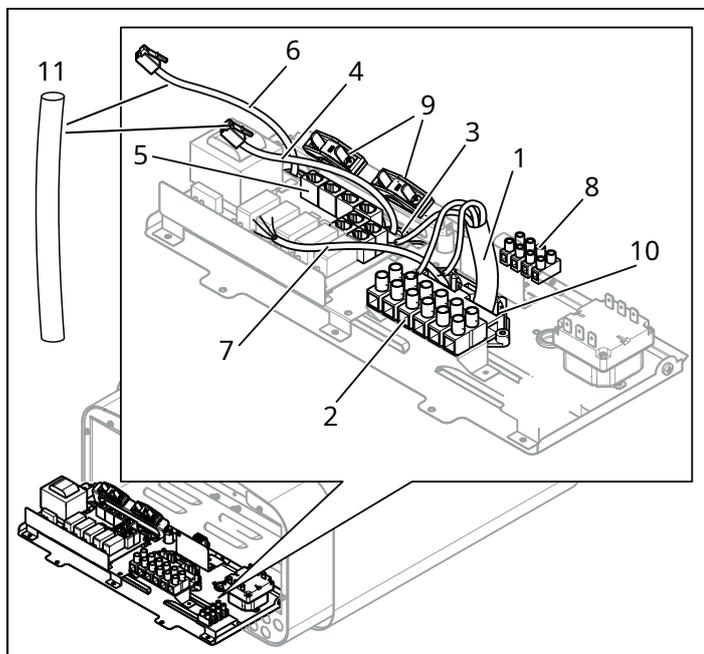
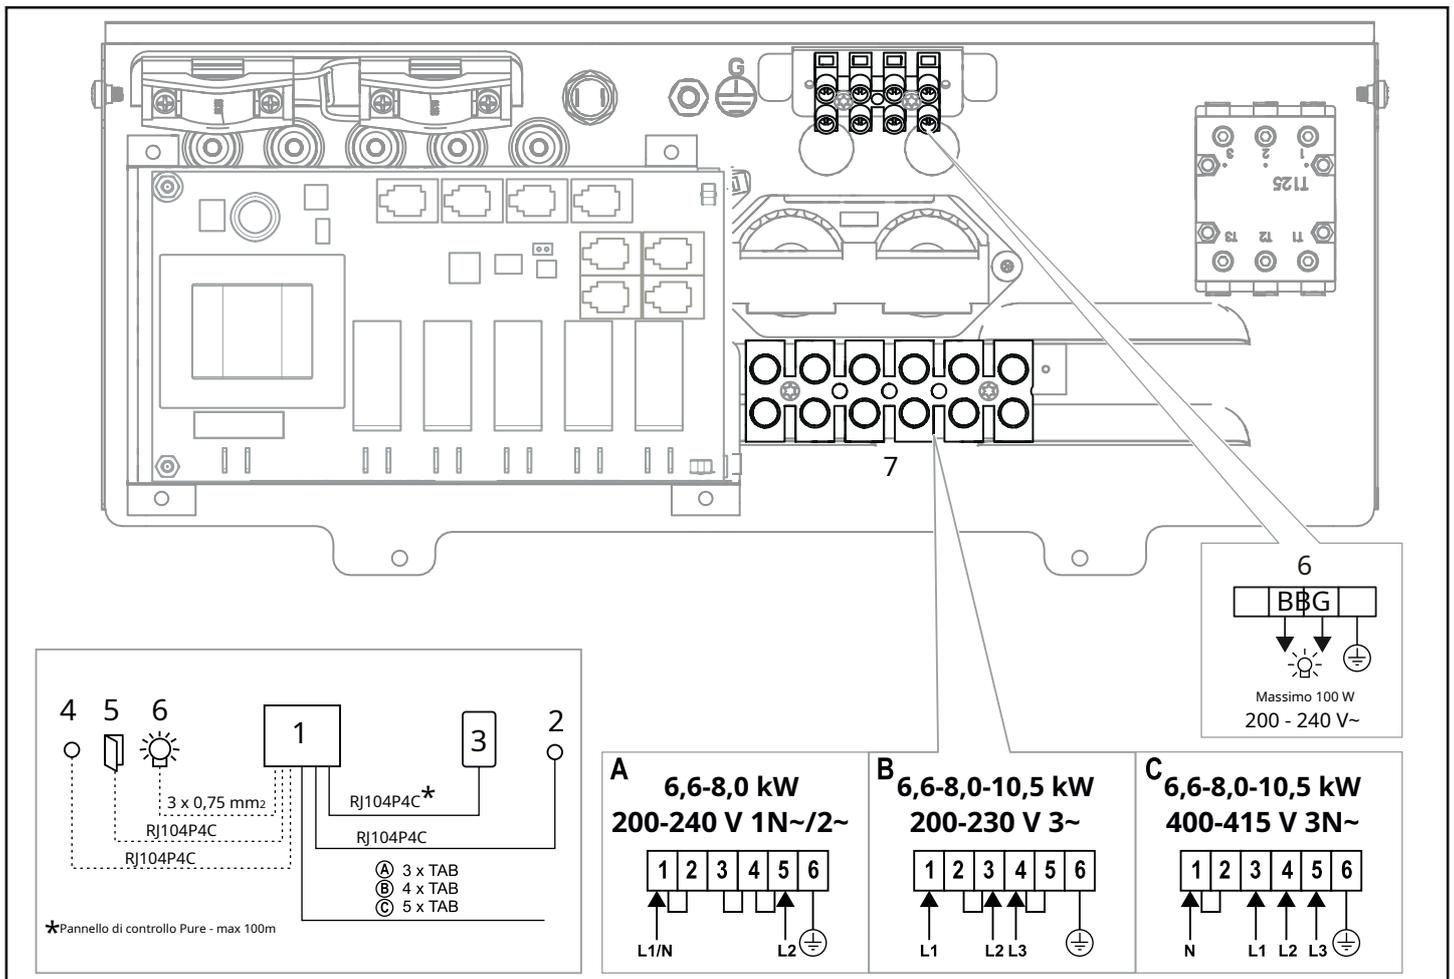
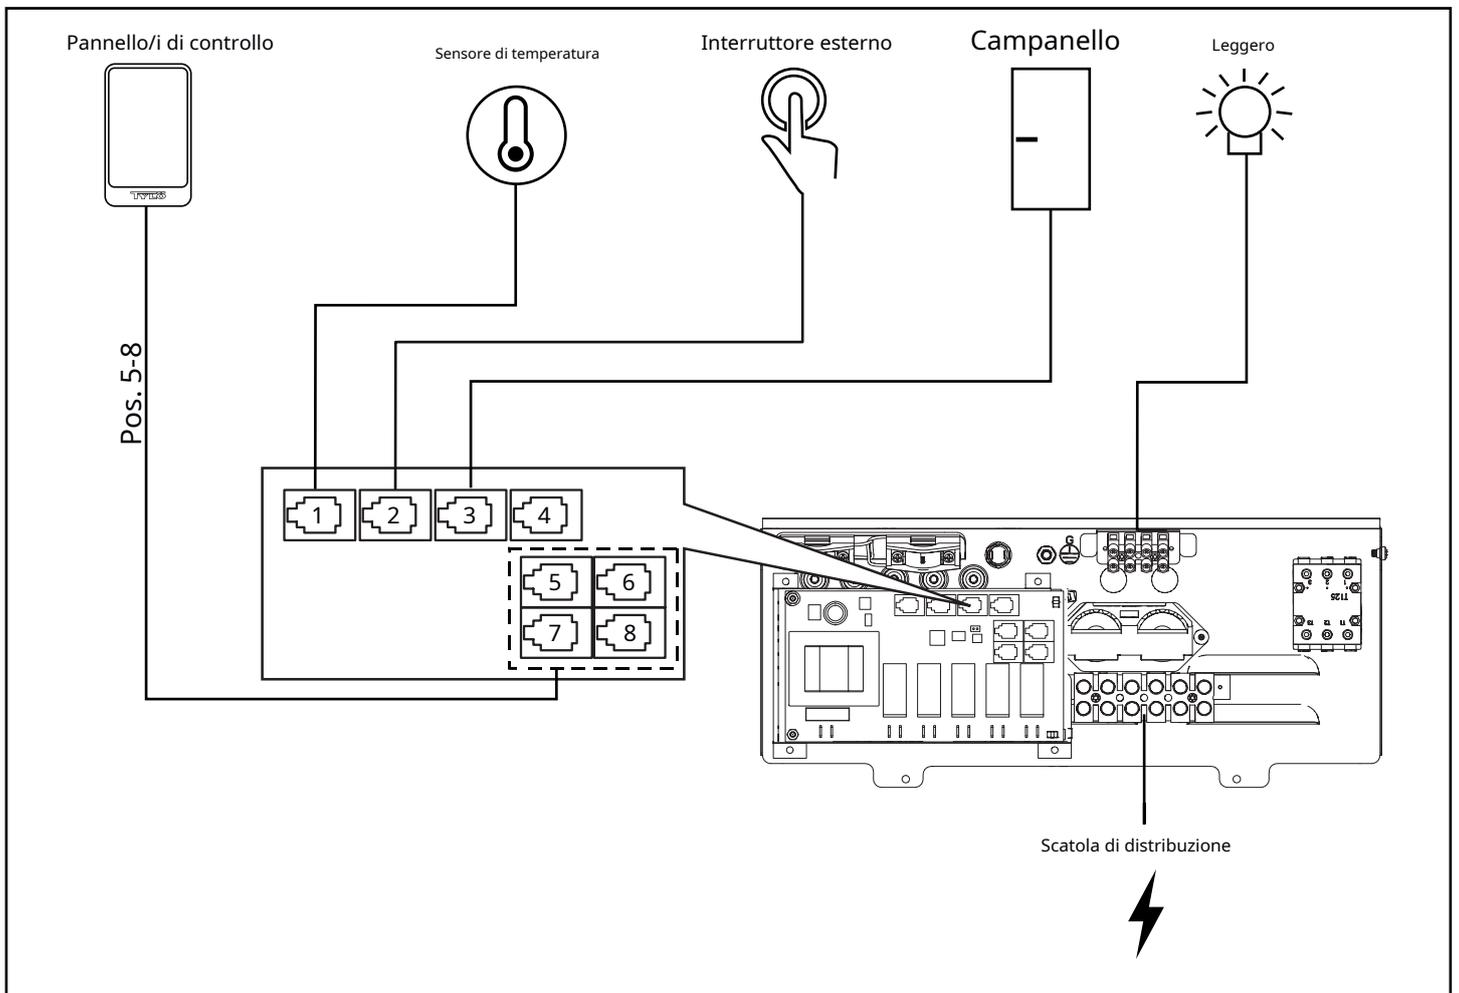

Figura 9: circuito stampato
Figura 17: schema elettrico
Figura 18. Schema schematico dell'installazione Sense Pure
3. Collegare il cavo elettrico (vedi Figura 9) secondo lo schema elettrico (vedi Figura 17).
4. Far passare i cavi del pannello di controllo e del sensore di temperatura attraverso i passacavi (vedere Figura 9). Collegare il cavo della centrale ad uno dei quattro contatti RS485 (posizioni 5-8) (vedi Figura 18).
5. Collegare il cavo del sensore al contatto NTC sulla scheda elettronica (posizione 1) (vedere Figura 18).
6. Collegare il cavo della luce (se pertinente), vedere Figura 9, secondo lo schema elettrico di Figura 17.
Contattare il servizio clienti Tylö prima di effettuare il collegamento a tensioni o numeri di fasi non elencati nello schema elettrico Figura 17.